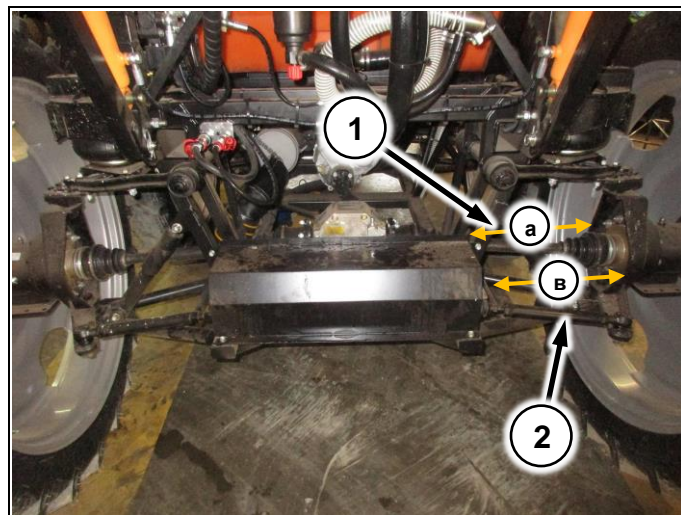

Рис. 112
2. Замерьте расстояние от нижнего профиля рамы до края редуктора, как показано на рисунке (а и в) (Рис. 112/1)
3. Вращая рулевую тягу (Рис. 112/2) добейтесь одинакового положения редуктора относительно рамы ($a=v$)